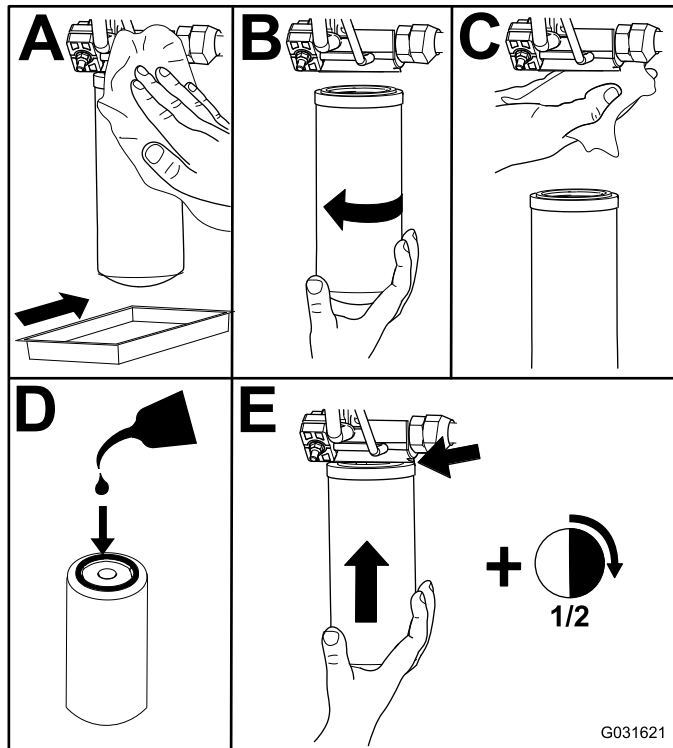

Figura 117
2. Substitua o filtro hidráulico de carga no compartimento de elevação hidráulica, como se mostra na Figura 117.
4. Substitua o filtro de retorno no lado direito da máquina (Figura 117).